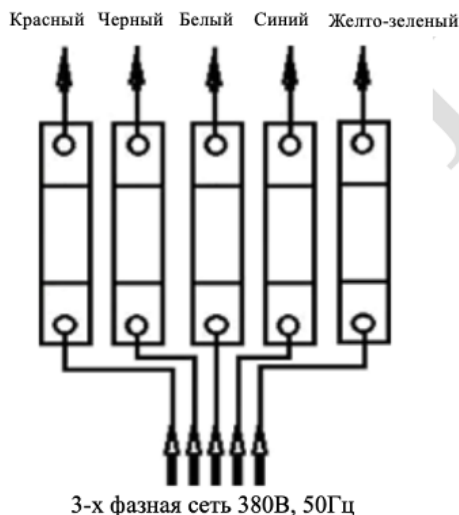

Рисунок 5
2.4.11.1 Питание станции зарядной для электрического транспорта осуществляется от трехфазной сети переменного тока. Разводка проводов питающей сети производится на клеммники. Места для подключения фазных проводов промаркированы метками «красный», «черный», «белый», «синий», «желто-зеленый» (см. рисунок 5).